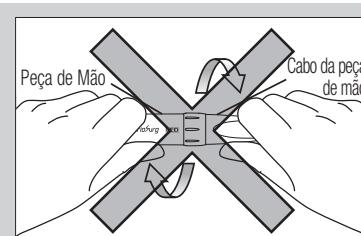

Fig. 22
- CUIDADO** • A peça de mão não pode ser removida do cabo respetivo. A remoção ou a torção da peça de mão podem danificar as peças internas e provocar uma avaria. (Fig. 22)